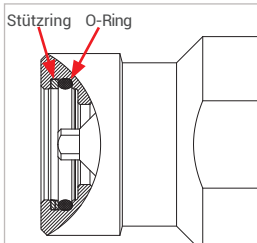

Abbildung 10
- ▶ Kontrollieren Sie vor dem Einsetzen des Nippelansatzes (Pos. 7) die beiden Dichtelemente (O-Ring und Stützring, *Abbildung 10*) auf korrekte Einbaurichtung, richtigen Sitz und Beschädigung. Sollten die Dichtungen beschädigt oder ähnliches sein, tauschen Sie die Dichtungen aus. Beachten Sie hierzu das *Kapitel 8.4.1 Austausch der Dichtelemente im Nippelansatz (Pos. 7) auf Seite 55*.